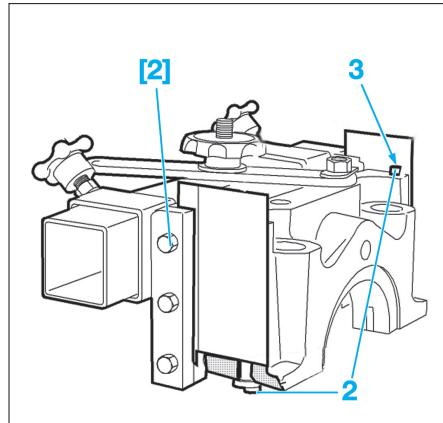

FIG. 49
- [2]. Outil de positionnement du palier n°1 de vilebrequin (Fig.49).
- Positionner le palier n°1 sur l'outil de centrage [2] avec les joints latéraux (2) (Fig.49).